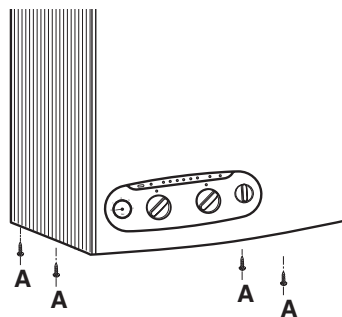

Fig. 9
- desatornillar los 4 tornillos **A** (fig. 9) de fijación de la carcasa